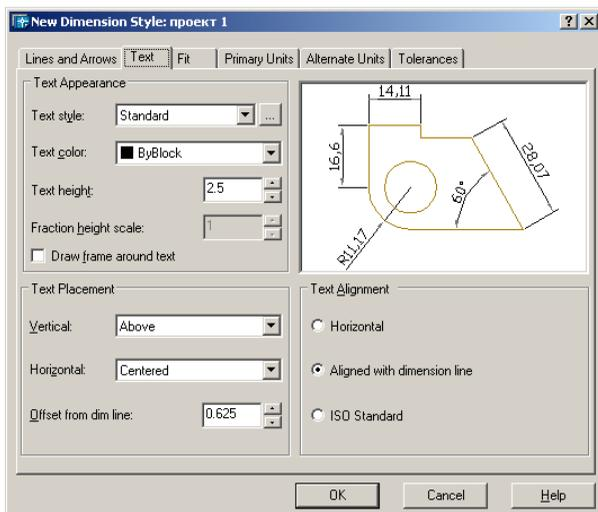

Рис. 1.63. Диалоговое окно определения параметров размерного стиля, вкладка управления размерным текстом
- вкладка **Text** обеспечивает управление размерным текстом: его стилем, высотой, местоположением относительно размерной линии, зазором между текстом и размерной линией и пр. (рис. 1.63):